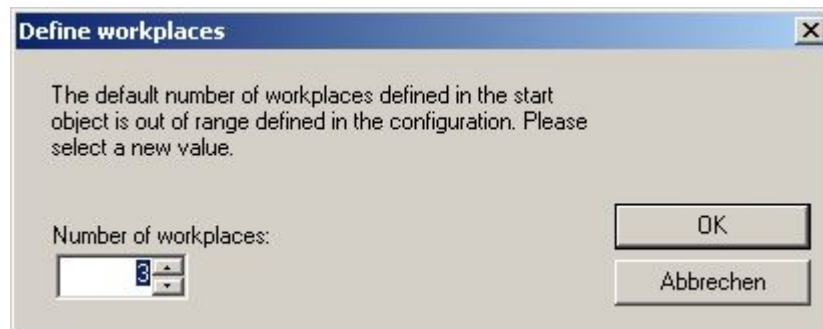

Abbildung 111: Dialog zur Angabe der Anzahl der Arbeitsplätze
- ⇒ Sobald dieses Attribut gesetzt ist, erscheint beim Start der Level 3 Austaktung die Abfrage nach der Anzahl der Arbeitsplätze (Abbildung 111) nicht mehr und die Austaktung wird mit dem vorbelegten Wert gestartet.